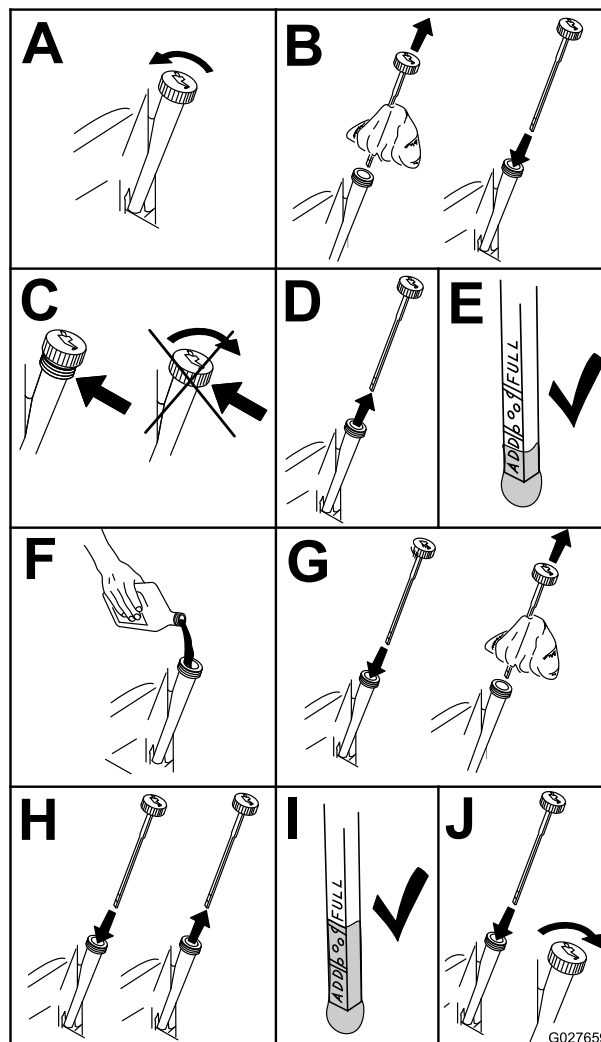

Figure 49
2. Avant de quitter la position de conduite, coupez le moteur, enlevez la clé de contact et attendez l'arrêt complet de toutes les pièces mobiles (Figure 49).